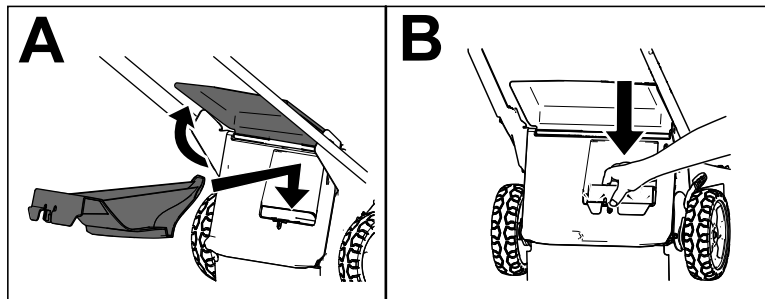

Figure 8
**Important:** Vérifiez que l'obturateur arrière est verrouillé en place. Pour verrouiller l'obturateur, soulevez le déflecteur arrière (A de Figure 8) et enfoncez-le fermement jusqu'à ce qu'il s'enclenche en place (B de Figure 8).